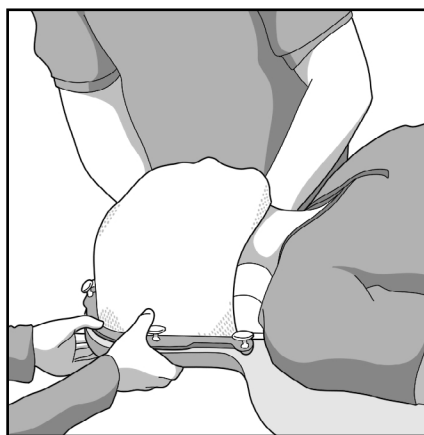

Fig. 5
2. Sett pinnene inn i Portrait-innsatshullene, og trykk til hver pinne låses på plass (Fig. 5).